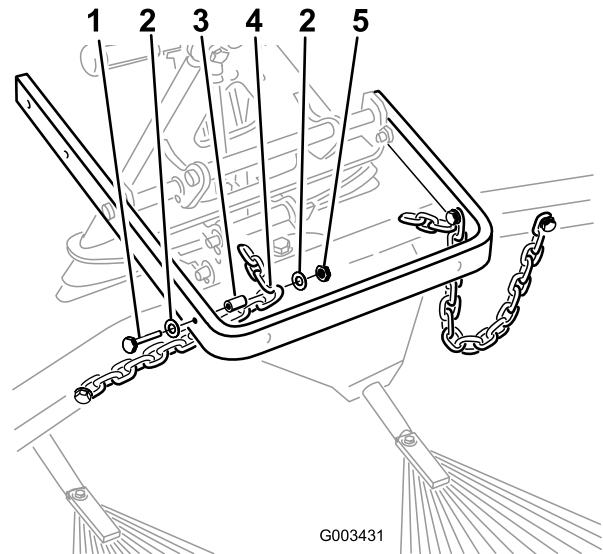

Figura 10
8. Sujete el tercer eslabón de cada cadena a la parte externa del brazo de elevación (Figura 10) usando un perno (3/8" x 2 1/2"), 2 arandelas (3/8" x 7/8"), un espaciador y una tuerca (3/8").